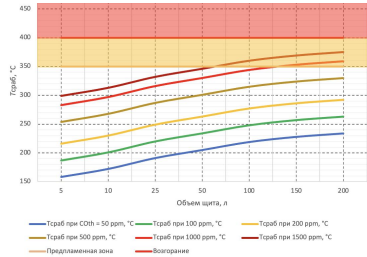

Рис. 1 Зависимость температуры срабатывания от объема щита
- По номограмме (Рисунок 1) для заданного объема V и выбранного порога CO_{th} определить $T_{сраб}$;